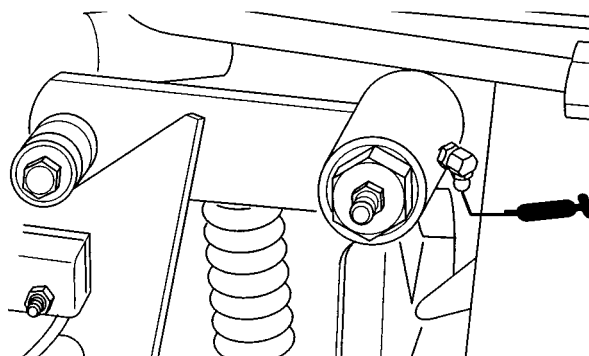
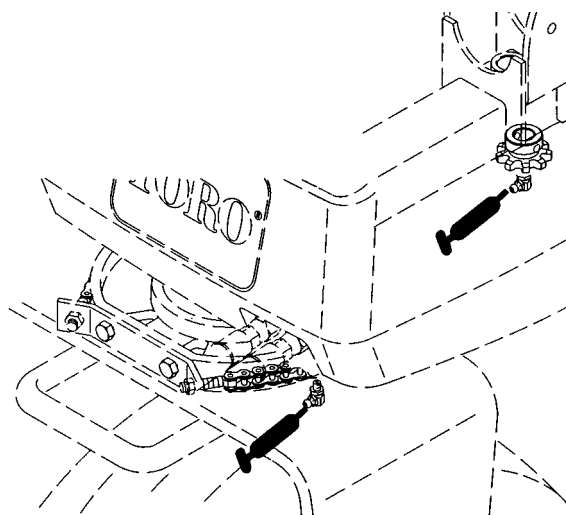
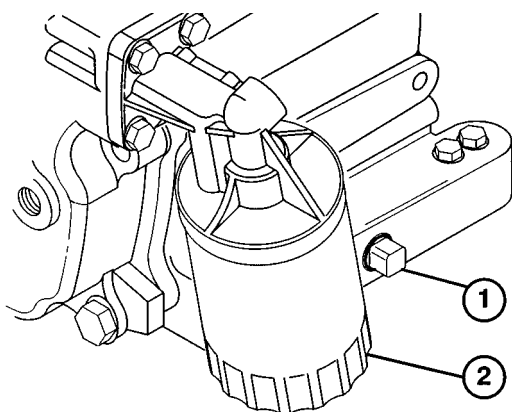

Fig. 12
Fig. 13
Fig. 14
I cuscinetti e le boccole da lubrificare sono: cuscinetti delle ruote anteriori (Fig. 12), leveraggio di comando della trazione (Fig. 13) e albero per leva di comando sterzo (Fig. 14).
**Nota:** Per accedere all'ingrassatore sul leveraggio di comando della trazione (Fig. 13), togliere le (3) viti che fissano la fiancata al lato sinistro della macchina, e rimuovere il pannello.
**Nota:** Per accedere all'ingrassatore sull'albero dello sterzo (Fig. 14), togliere le (4) viti e i distanziali che fissano il serbatoio del